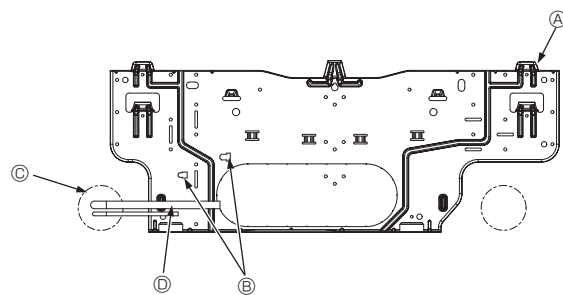

Fig. 3-5
- Ⓓ Βίδες στερέωσης (4 × 25) ②
- Ⓕ Πλάκα ανάρτησης ①
3.3. Κατά την τοποθέτηση εντοιχισμένων σωληνών στον τοίχο (Fig. 3-5)
- Ⓐ Πλάκα ανάρτησης ①